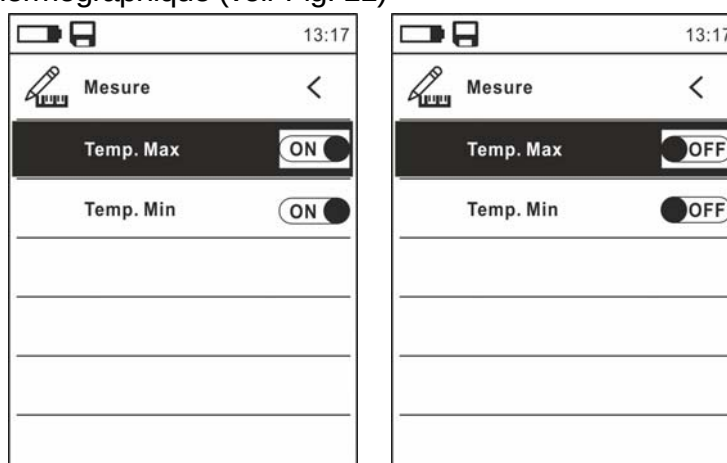

Fig. 11: Menu Mesure
9. Sélectionner la rubrique « Mesure » et appuyer sur la touche  ou  pour l'activation/désactivation des curseurs associés au point le plus « chaud » ou le plus « froid » dans l'image thermographique (voir Fig. 11)